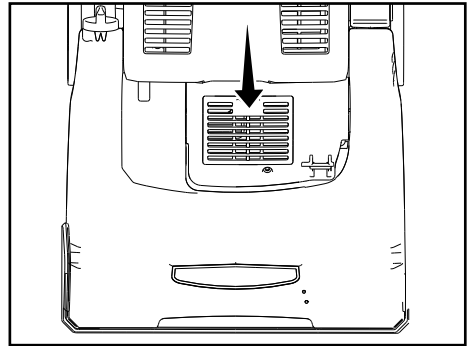

Fig. 2
- Tire del pestillo negro de la tapa del filtro para acceder al filtro (Fig. 2).